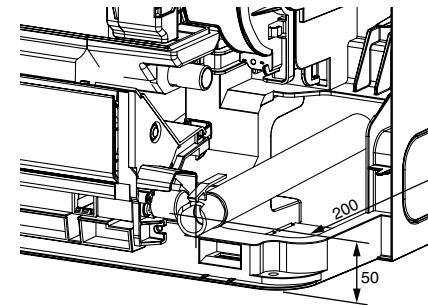

Fig. 8
- Kontrollera att dräneringsslangen ① dras så som visas när dräneringsrören dras. (Fig. 8)